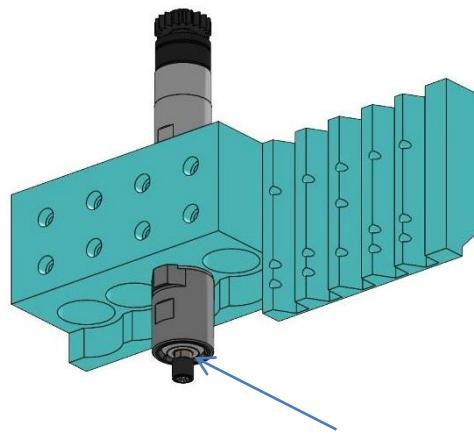

Fig. 4
3. Lors du montage ou démontage de vos outils de coupe, bloquer la broche sur les plats prévus à cet effet (Fig. 4, D), en utilisant une clé à fourche adaptée ainsi que la clé à tube fournie avec le porte-outil.